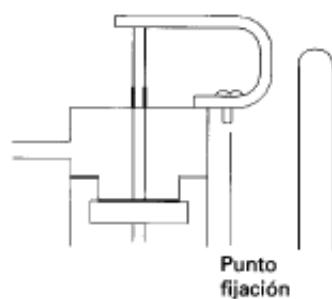

Figura 3. Fijación lámina bimetálica
- b) Comprobar que el punto de fijación de la lámina bimetálica al cuerpo del quemador no se haya aflojado (figura 3).